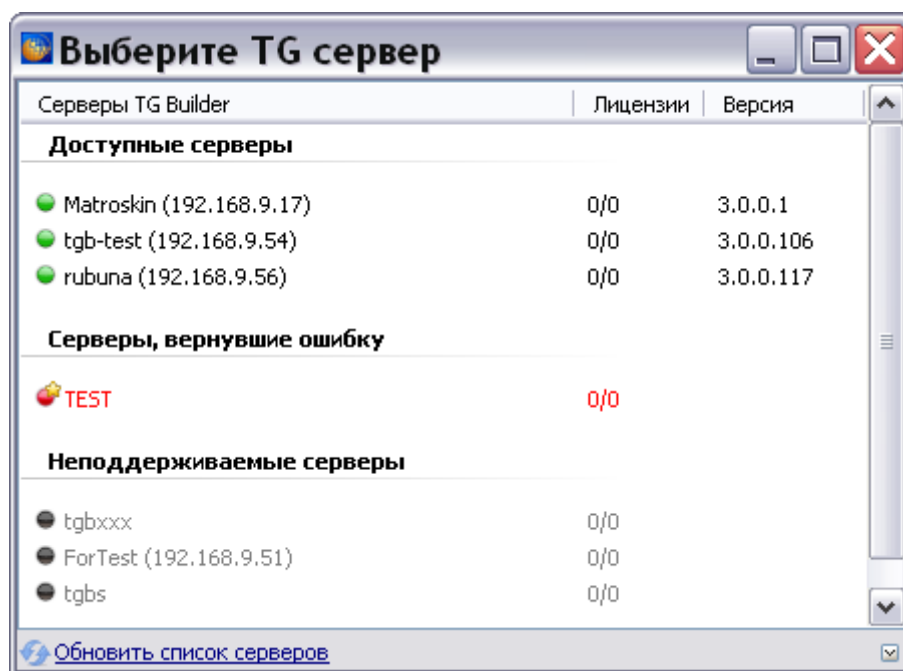

Рис. 1.9
3. Нажмите Ok. После этого будет осуществлен поиск сервера и информация о сервере отобразится в окне **Выберите TG Server** (Рис. 1.9).